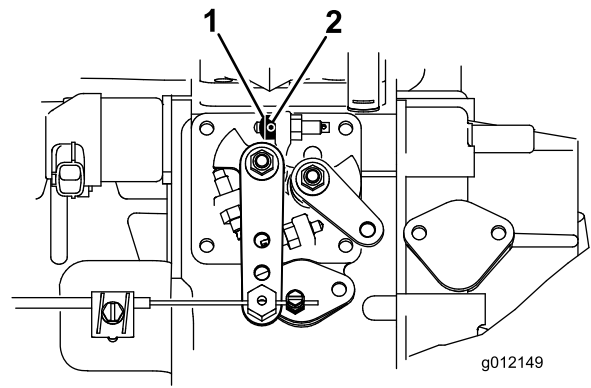

Figura 7
- Afloje el tornillo de fijación del tope del acelerador (Figura 7).
- Deslice el tope del acelerador sobre el tornillo de tope de ralentí alto (Figura 7). El extremo achaflanado del tope del acelerador debe quedar hacia fuera.